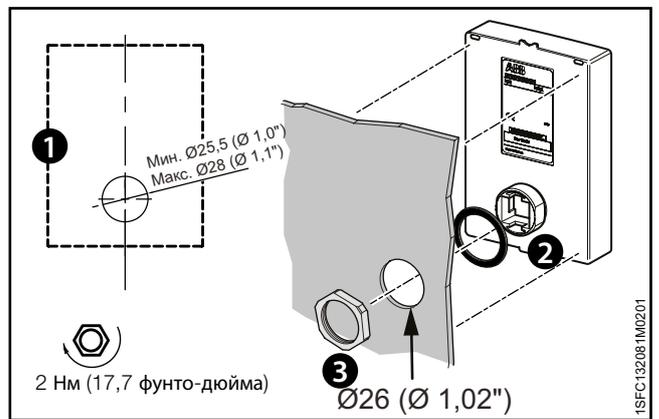

Рис. 4.9
1. Чтобы отсоединить съемную панель управления от устройства плавного пуска, ослабьте пластмассовый фиксатор под съемной панелью управления; см. **1** и **2** на **Рис. 4.9**.
2. Просверлите отверстие для установки съемной панели управления. Максимальный размер отверстия составляет  $\varnothing 26$  мм ( $\varnothing 1,02$  дюйма), см. **1** на **Рис. 4.9**. Наденьте резиновое уплотнение на резьбовой сетевой разъем на съемной панели управления, см. **2** на **Рис. 4.9**. Нажмите на резьбовой сетевой разъем, чтобы вставить его в просверленное отверстие. См. **3** на **Рис. 4.9**. Затяните пластмассовую винтовую гайку на резьбовом сетевом разъеме с усилием 2 Нм (17,7 фунта/дюйм).